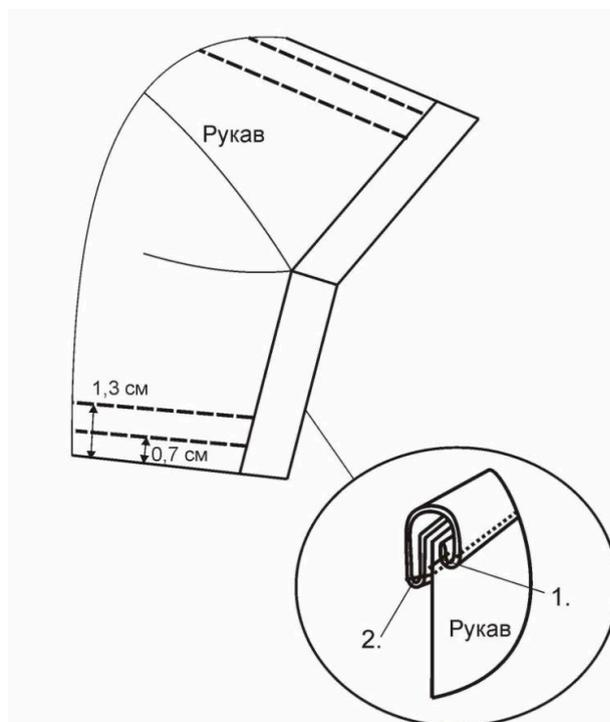

Рисунок 1. Обработка разреза рукава
2. Рукава. В соответствии с лекалом, наметить положение разреза. Деталь А сложить пополам вдоль длинных срезов, изнаночной стороной внутрь, приутюжить. Разрезать рукав по наметке. С лицевой стороны рукава наложить деталь А, уравнивая со срезами разреза, сколоть булавками. Строчить со стороны рукава, ширина шва 0,5 см. Заутюжить припуски в сторону полоски. Обернуть припуски полоской, образуя ровную окантовку (около 0,5 см). Прометать ручными стежками, затем отстрочить с лицевой стороны по окантовке на 0,1 см от шва. Сложить окантованные стороны разреза, уравнивая срезы. Посередине, с изнаночной стороны, застрочить уголок (рис. 1).